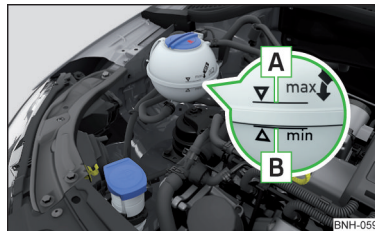

Fig. 155
**Verificarea nivelului lichidului de răcire** - nivelul lichidului de răcire trebuie să se afle între marcajele **A** și **B** » fig. 155. Dacă nivelul lichidului de răcire se află sub marcajul **B**, completați lichidul de răcire.
**Specificația** lichidului de răcire este menționată pe vasul de expansiune a lichidului de răcire » fig. 155.
- Nu adăugați lichid de răcire deasupra marcajului **A** » fig. 155. Lichidul de răcire ar putea fi împins din sistemul de răcire, atunci când se încălzește - există pericolul de deteriorare a pieselor din compartimentul motor.